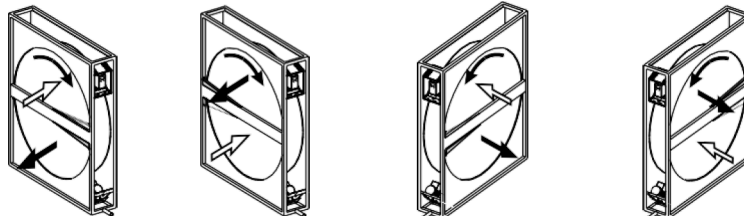

Fig. 22. Dirección de las rotaciones del regenerador rotativo
- una vez instalada la correa de transmisión y el intercambiador esté encendido, asegúrese de que la dirección de las rotaciones del rotor conduzcan desde los conductos de aire de extracción, a través de la esclusa de aire de limpieza y a los conductos de aire de suministro (fig. 22).